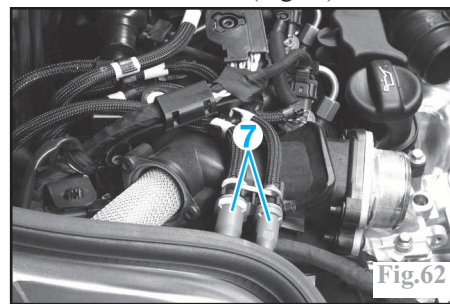

Fig.62
Déconnecter le circuit (7) d'alimentation et de retour carburant (Fig.62).